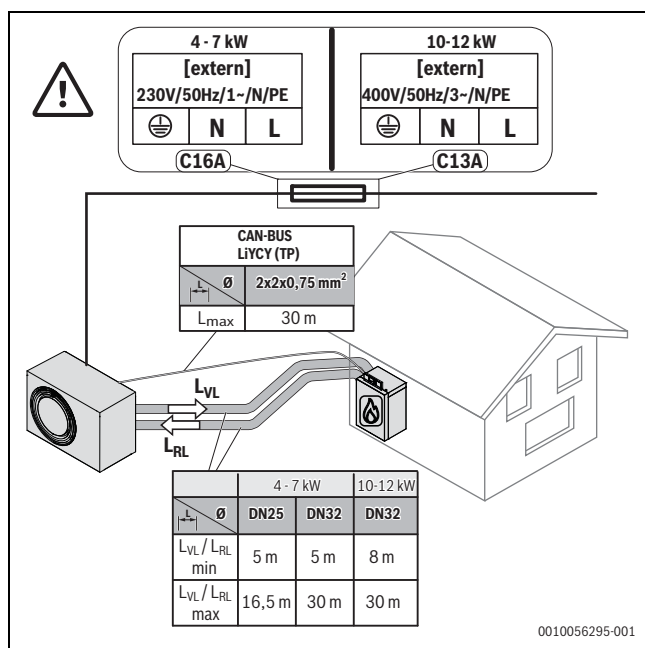

Bild 49 Rohrlänge und -abmessungen
- Abmessungen der Rohre entsprechend den Anweisungen in Bild 49 prüfen.
Wenn der Mindestabstand zwischen Heizgerät und Außeneinheit kürzer ist als die festgelegte Rohrlänge (→ Bild 49 "Rohrlänge und -abmessungen"), verfügt das Produkt möglicherweise nicht über genügend Energie für die Abtauung.